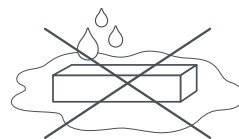

Рис. 4. Не устанавливать источник в местах скопления воды.
- 4.11. Не размещайте источник в местах и нишах, где может скапливаться вода. Нахождение источника в воде (лужа, тающий снег) вызывает разрушающие электрохимические процессы (Рис. 4).